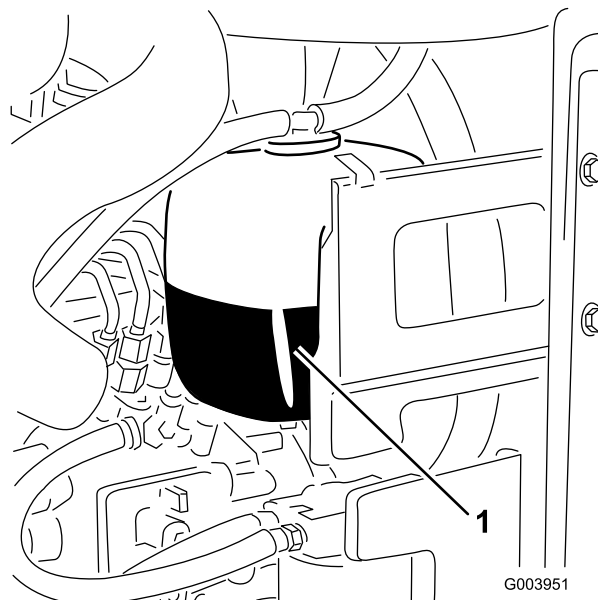

Figura 33
1. Verifique o nível de líquido de arrefecimento do depósito secundário (Figura 33).